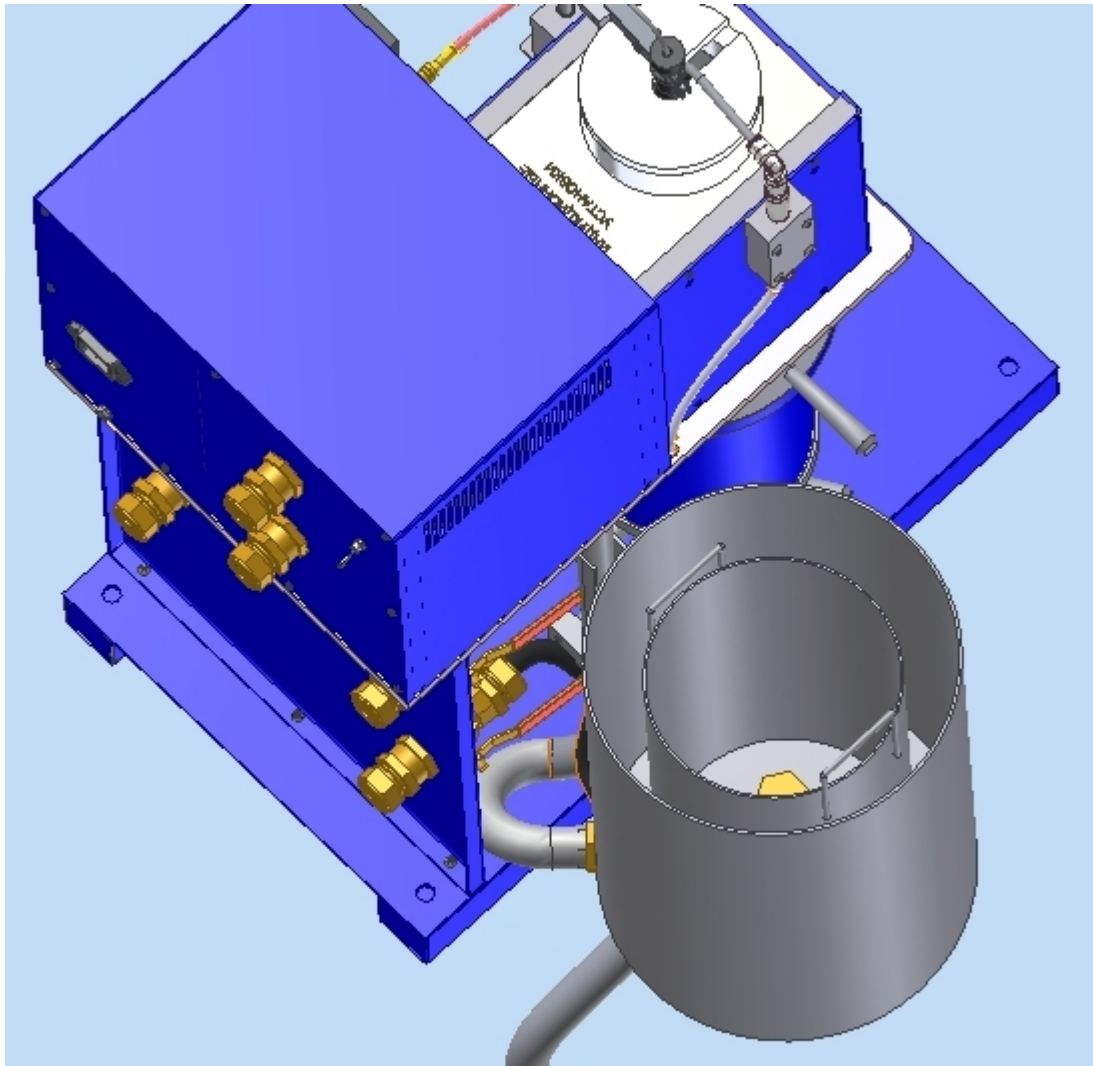

Рисунок 1 Установка Гранулятора-240
5.3 Гранулятор крепится к левой оси литейной машины (см. рисунок 1), расположенной ближе к вентилям подачи воды и защитного газа. Крепеж необходимо осуществлять следующим образом: